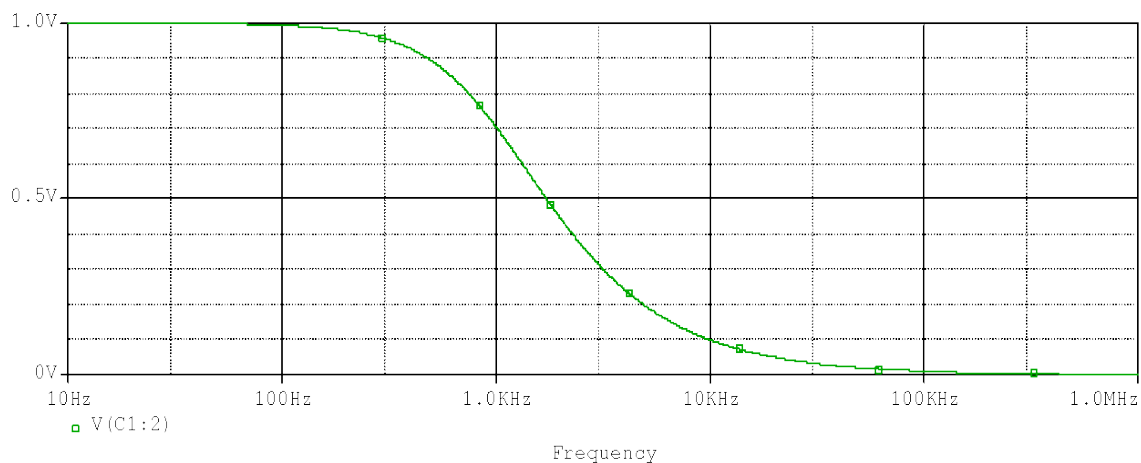

Рисунок 5.7 – Частотна характеристика RC -фільтра нижніх частот з конденсатором ємністю $C = 2$ (мкФ) і резистором опором $R = 80$ (Ом)
20. Запустіть процес моделювання, а потім створіть в *Probe* діаграму частотної характеристики напруги конденсатора $V(C1:2)$ з лінійним масштабуванням координатної осі *Y* і логарифмічним масштабуванням координатної осі *X* (рис. 5.7).